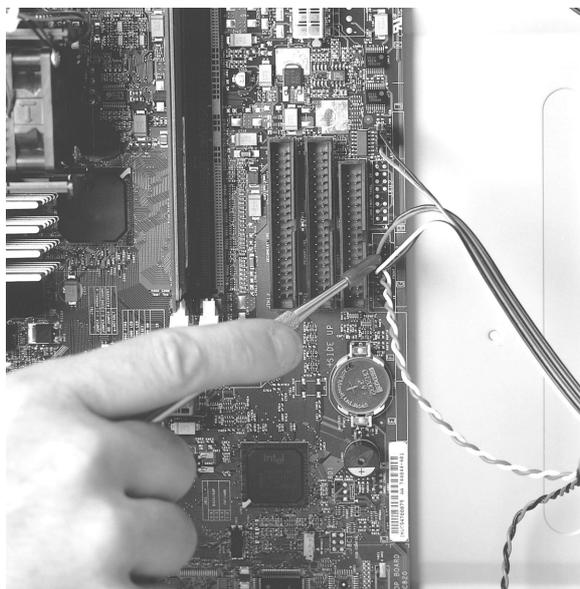

Рис. 24.20. Разъем на системной плате для подключения кнопок и индикаторов передней панели, а также внутреннего громкоговорителя
6. И наконец, подключите к плате кнопки и индикаторы передней панели компьютера, а также внутренний громкоговоритель (рис. 24.20). Если на плате не обозначены места подключения соответствующих проводов, воспользуйтесь схемой, приведенной в прилагающейся к плате документации.